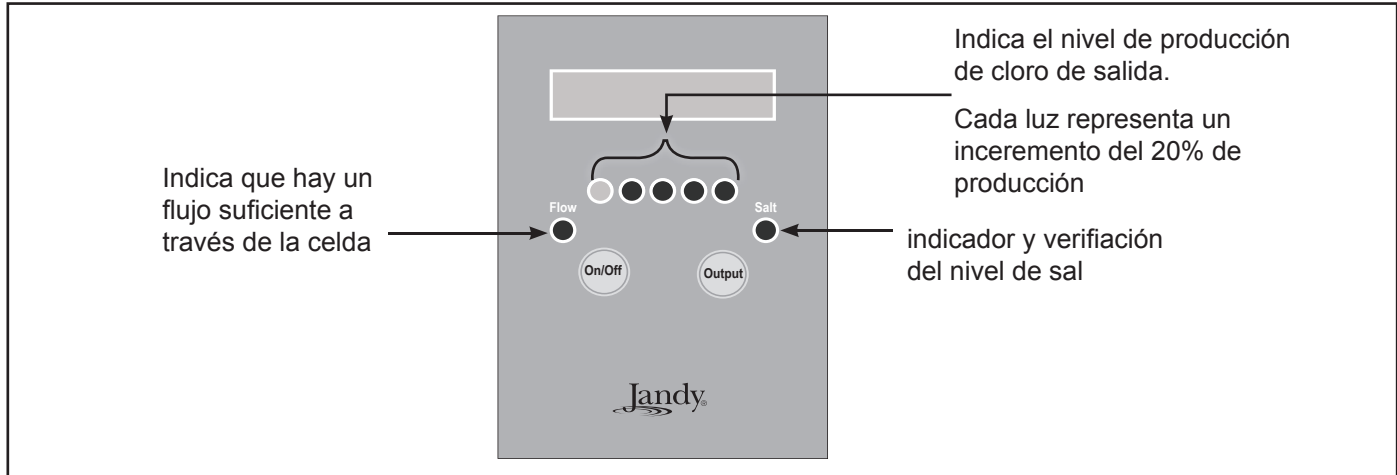

Figura 26. Panel de control de la fuente de energía
5. Retire la celda (ver Figura 26).